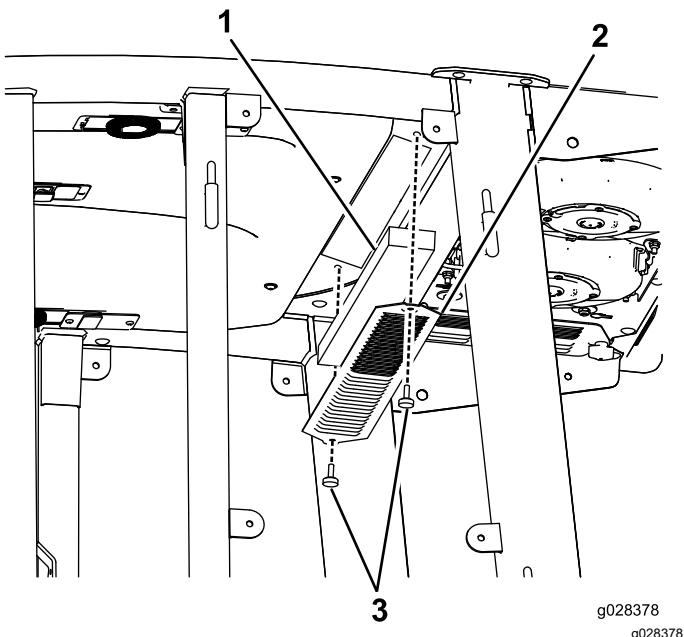
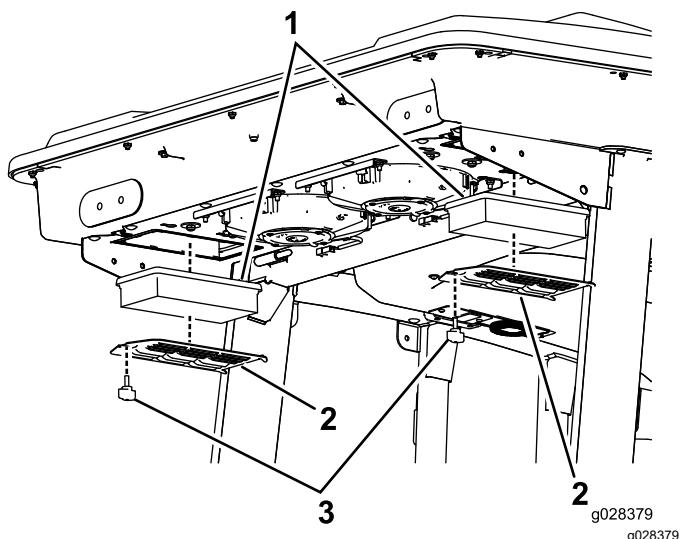
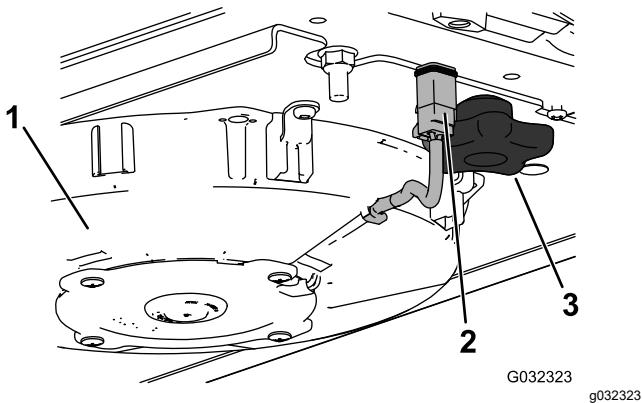
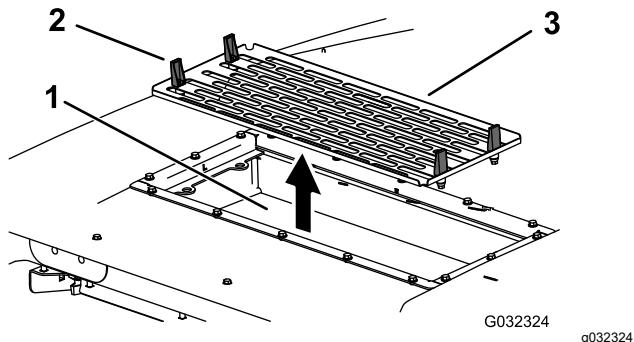

Figure 147
Figure 148
Figure 150
Figure 151
- Retirez les vis et les grilles des filtres à air intérieur et arrière de la cabine (Figure 147 et Figure 148).
4. Déposez les filtres à air (voir Figure 148).
6. Reposez les filtres à air, la grille et le ventilateur (Figure 148, Figure 150 et Figure 151).
7. Rebranchez le câble de chaque ventilateur (Figure 150).